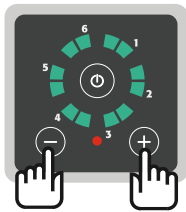

Fig. 9: Kumanda tuşu + ve -
7. "+" ve "-" kumanda tuşlarını aynı anda 5 saniye basılı tutun (Fig. 9).